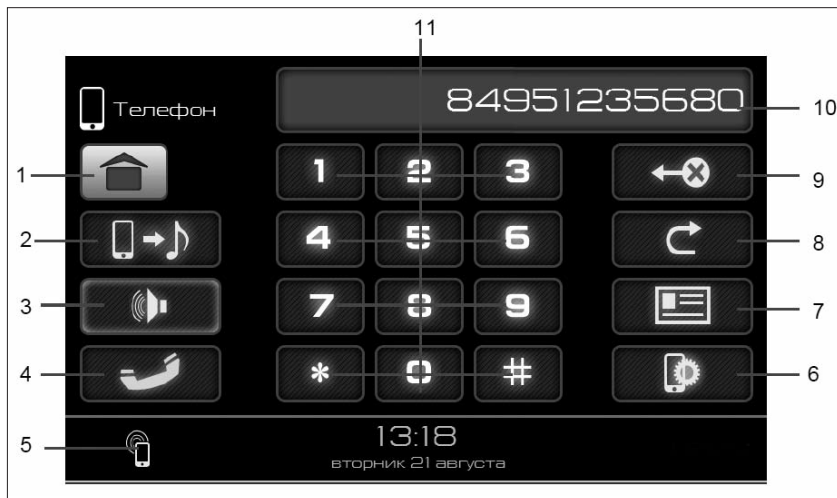
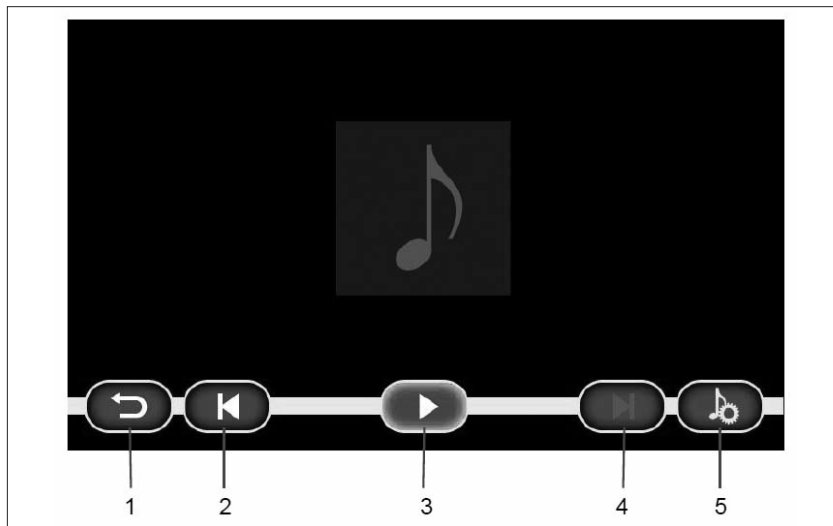

Рис. 10. Окно режима «Телефон»
Рис. 13. Окно проигрывания аудиофайлов с телефона
Подтверждение соединения с телефоном отображается появлением символа телефона (5) (рис. 10) в нижнем левом углу в следующих окнах: главное меню, телефон, радио, аудио, видео, фотографии, настройки, информация.
Выберите режим работы с телефоном последовательным нажатием кнопки **MODE** (рис. 1) на лицевой панели или нажатием кнопки «Телефон» (рис. 2) в главном меню на дисплее. Наберите номер, используя цифровую клавиатуру (кнопки **11**, рис. 10). Для исправления ошибок набора используйте кнопку **9** (рис. 10). Однократное нажатие удаляет последний введенный символ. Удержание кнопки **9** (рис. 10) более одной секунды позволяет удалить все введенные символы. Нажмите кнопку **4** (рис. 10) для вызова абонента, при этом появляется окно диалога. Для завершения разговора нажмите кнопку
**4** (рис. 11). Для повтора последнего набранного номера нажмите кнопку **8** (рис. 10).
Для перехода в окно телефонной книги нажмите кнопку **7** (рис. 10). При первом подключении будет осуществлена загрузка телефонной книги из вашего телефона. Время загрузки зависит от размера телефонной книги и может занять несколько минут. Фотографии контактов с телефона не переносятся.
Переключиться в этот режим можно, нажав кнопку **2** (рис. 10). Экран проигрывания аудиофайлов с телефона аналогичен экрану воспроизведения аудиофайлов с SD- и USB-карты памяти и имеет следующие кнопки управления (рис. 13). Информация о проигрываемом файле не отображается.
При нажатии кнопки старта воспроизведения (кнопка **3**, рис. 13) в телефоне в фоновом режиме запускается плеер, открыв который можно увидеть информацию о проигрываемом треке. Управление проигрыванием можно осуществлять из плеера телефона.